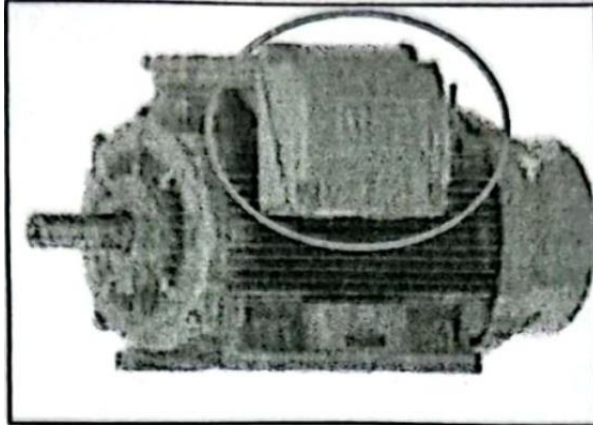

Figura 1.7 Caja de borneras de motor eléctrico
- PASO 4:** Desajustamos los 4 pernos de la caja de borneras (Figura 1.7) y revisar el estado de estas. Cambiar de ser necesario.
- PASO 4:** Desajustamos los 4 pernos de la ca de borneras (Figura 1.7) y revisar el estado de estas. Cambiar de ser necesario.